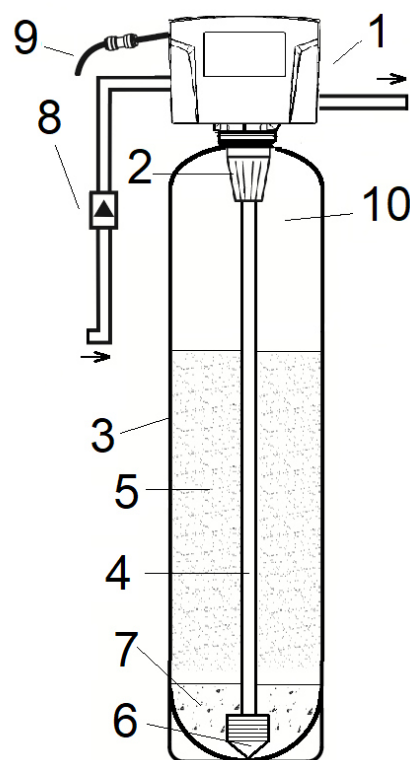

Рис. 2
5.3 В состав фильтра-обезжелезивателя с воздушной подушкой входит (см. Рисунок 2):